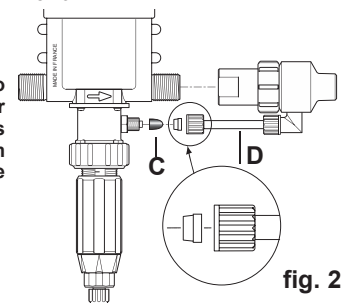

fig. 2
Para os modelos de Injecção Externa (IE) que permitem trabalhar com determinados concentrados corro-sivos, o Dosatron também vem equipado com uma vara de injeção externa (Fig. 2-D).
ATENÇÃO! Deixar o filtro a cerca de 10 cm [4"] do fundo do recipiente contendo a solução de modo a evitar a aspiração de partículas não solúveis que podem danificar o corpo doseador (Fig. 2).